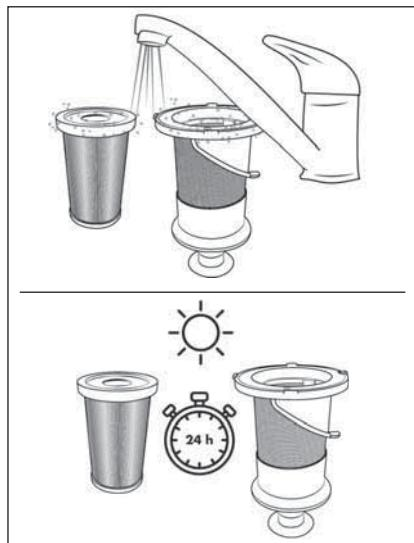

Fig. 22
- 5) Lavare il filtro EPA 5 e il filtro in acciaio inox 6 con acqua fredda o tiepida. Lasciare asciugare completamente all'aria il filtro EPA 5 e il filtro in acciaio inox 6 prima di inserirli nuovamente nel contenitore di raccolta della polvere 7 (vedere fig. 22).